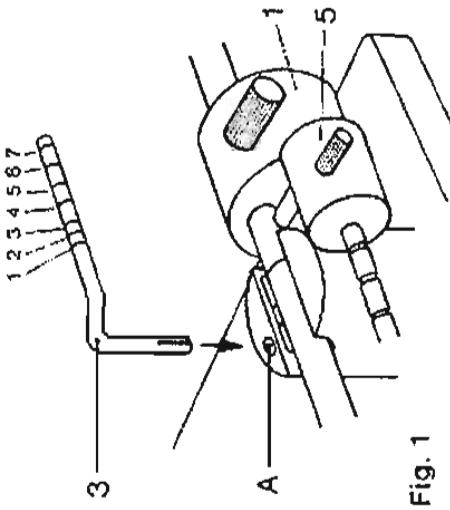
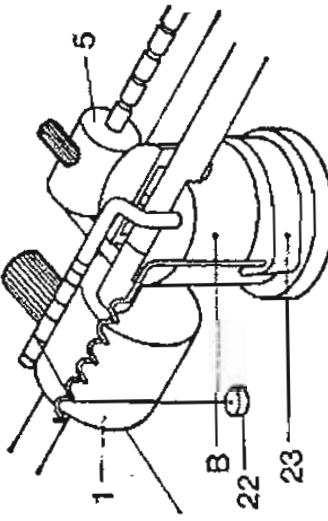

Fig. 1
Fig. 2
- 1 varilla acodada (3)
- 1 pieza con anillo semicircular en plástico (23)
- 1 peso de 1 gr. (22)
- 1 peso de 4 gr. (22)
Los croquis de la fig. 1 y 2 muestran claramente la colocación de dichas piezas. La varilla acodada (3), se introduce a presión en el orificio que se percibe en lo alto de pivote del brazo. La otra pieza (23), se acopla al cuerpo del pivote del brazo, procurando que el pequeño tétón del anillo, encaje en el orificio dispuesto en el pivote.
Sugerimos estudien los grabados de la fig. 1 y fig. 2, que muestran detalladamente la forma de instalar todo el dispositivo «anti-skating».